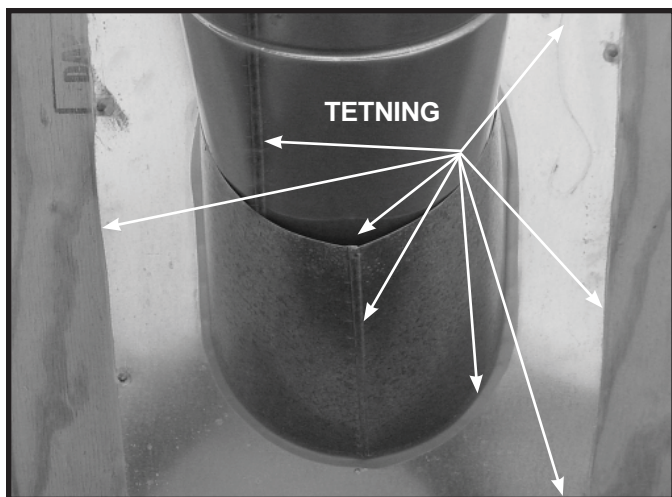

Fig. 10.20
- Gli tak-flashingen over rørseksjonene strukket gjennom taket som vist i Fig. 10.20.
- Tett omkring flashingen hvor den er i kontakt med takoverflaten. Se Fig. 10.20.